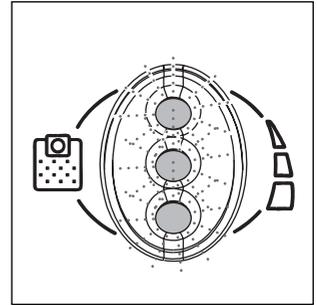

fig. 6
### Indicador EPS (Electronic Protection System) de bolsa llena (G) (fig. 6)